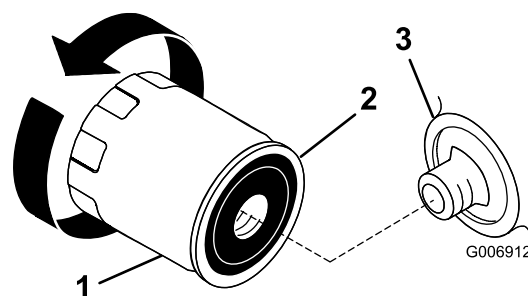

Figura 33
2. Remova o filtro de óleo antigo e limpe a superfície de vedação do adaptador do filtro (Figura 33).
3. Aplique uma fina camada de óleo para sistemas hidráulicos na junta de borracha do novo filtro do óleo (Figura 33).
5. Rode o filtro de óleo hidráulico no sentido dos ponteiros do relógio até que a junta de borracha toque no adaptador do filtro do óleo e, em seguida, aperte o filtro mais 1/3 a 2/4 de volta (Figura 33).